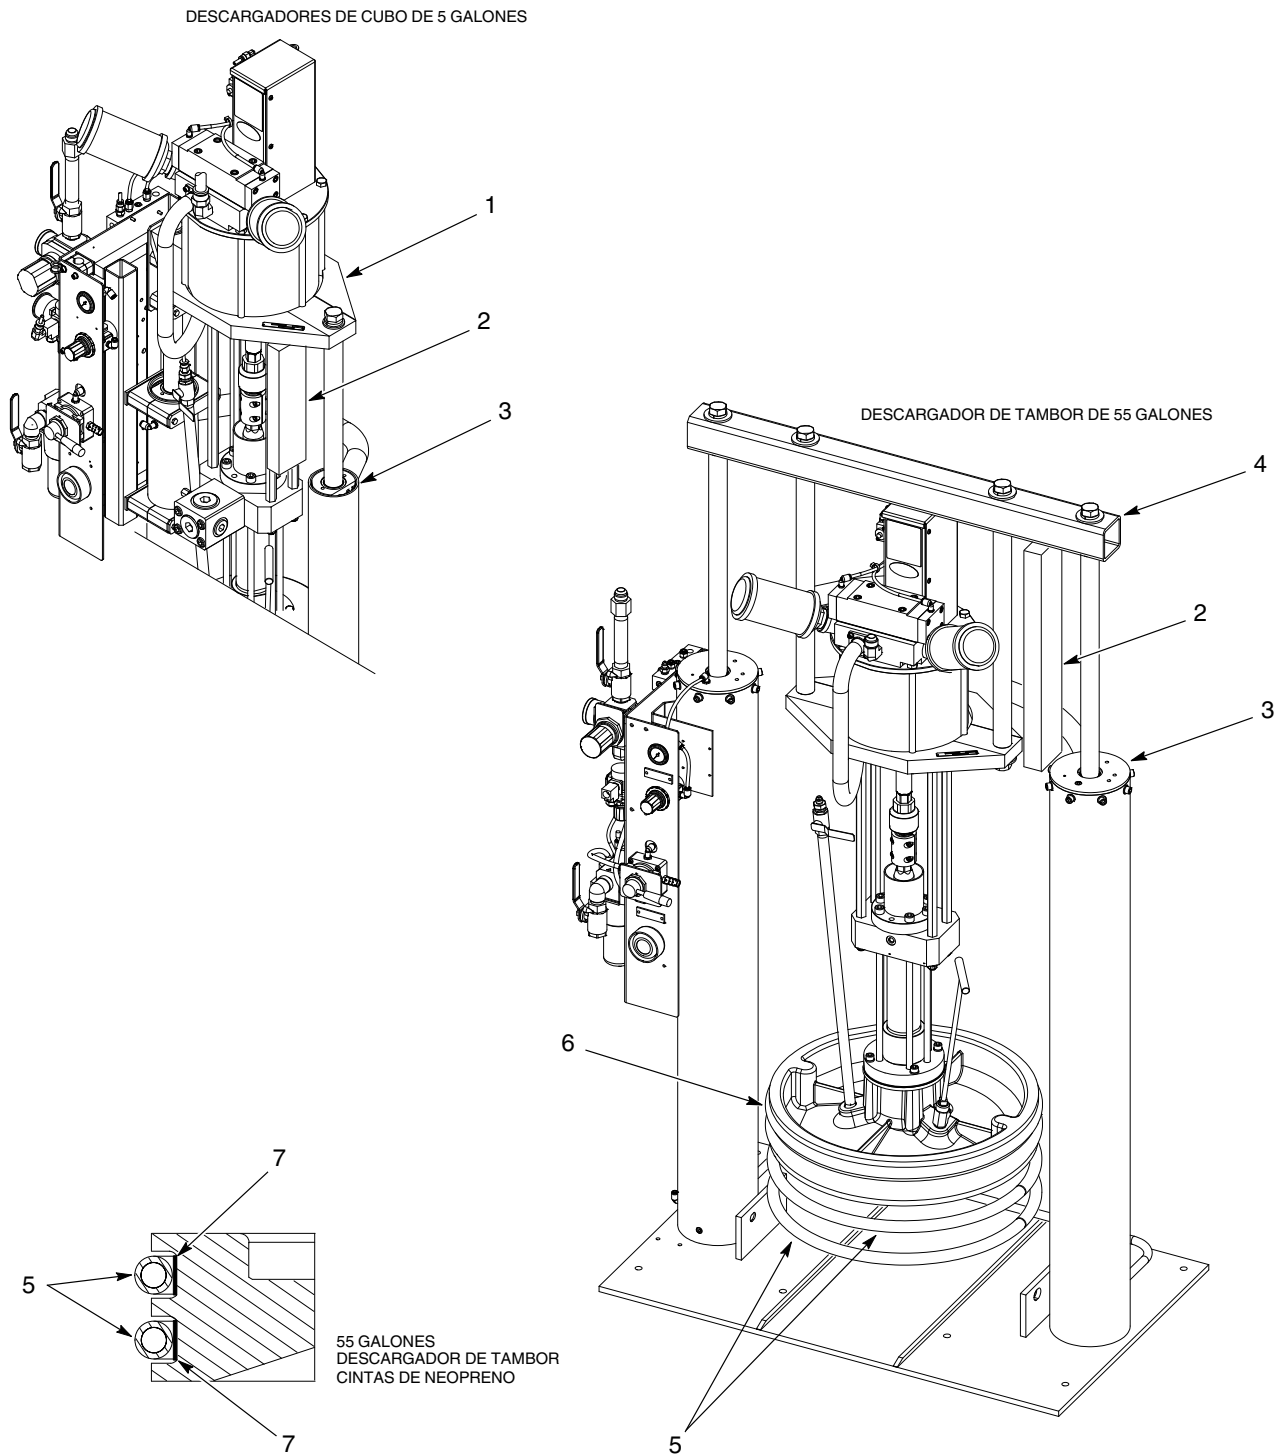

Figura 2 Sustitución de las juntas
2. Ver la figura 2. Insertar los bloques de apoyo (2).